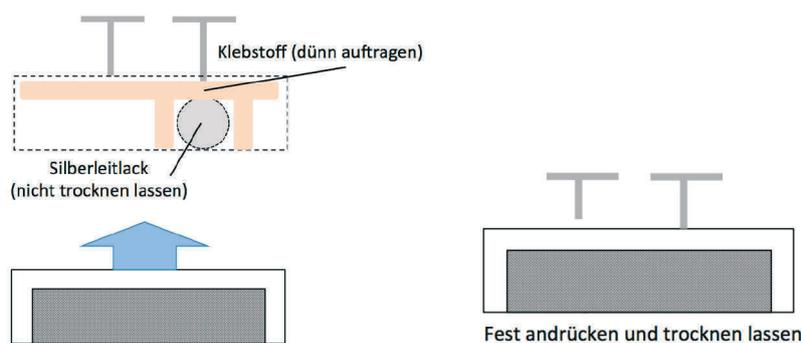
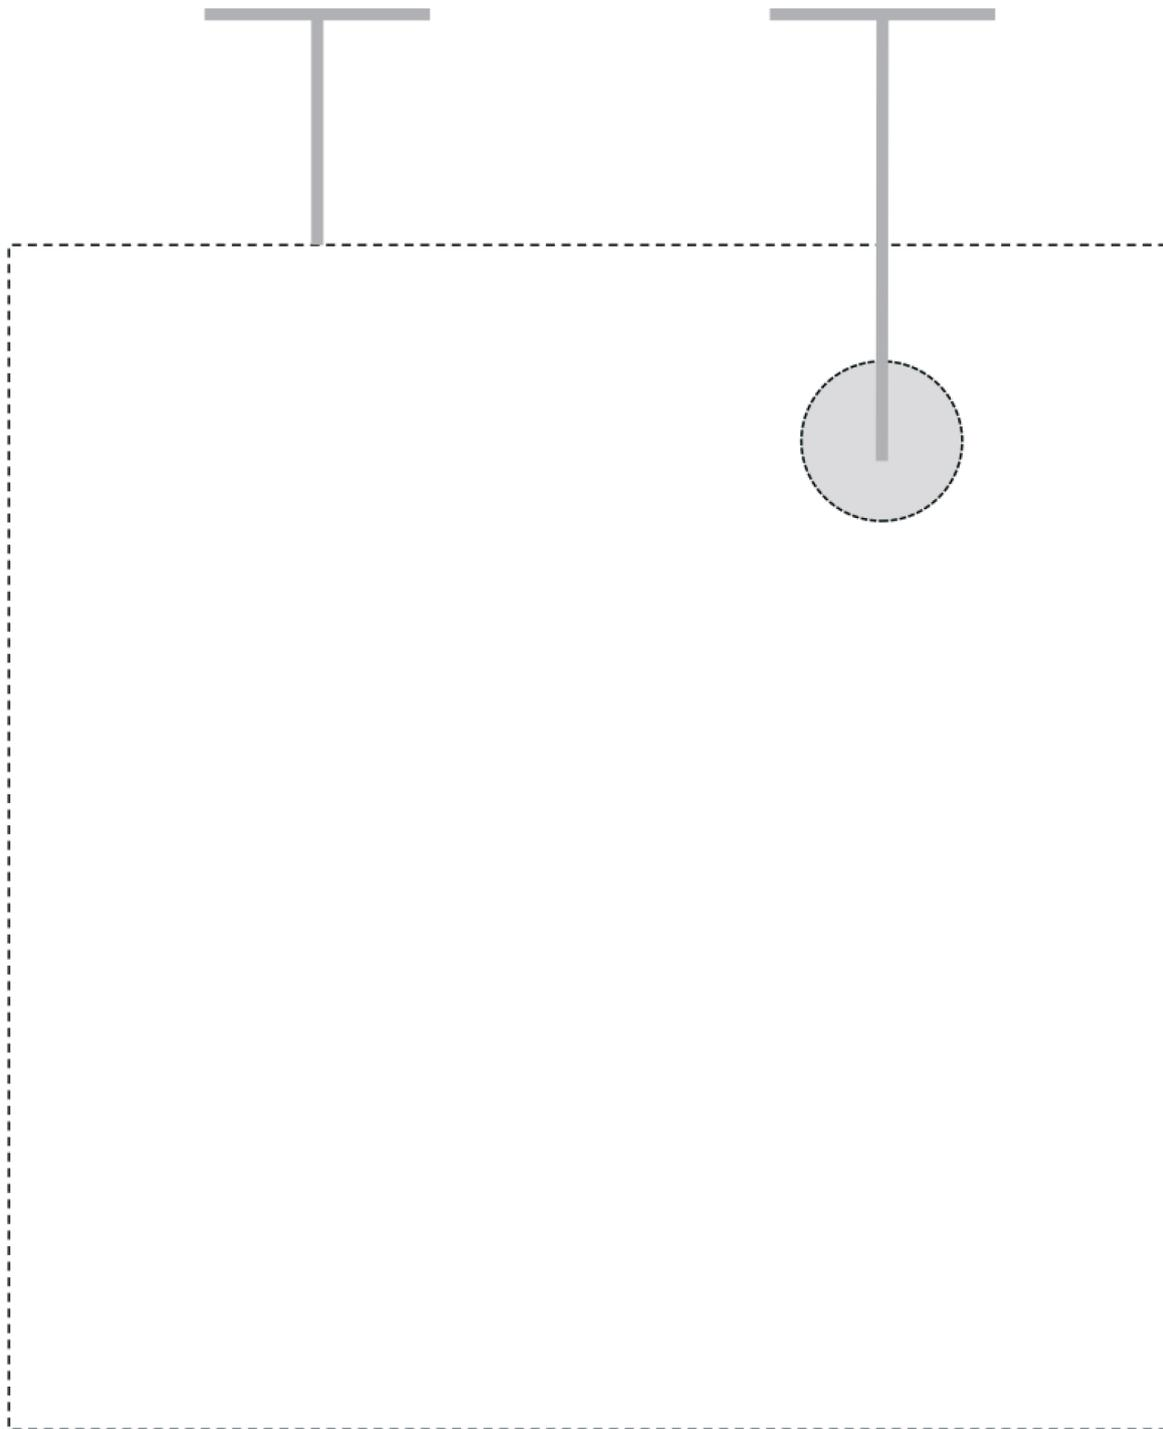

Bild 23: Papierquadrat auf Vorlage (Bild x1) kleben
Bild 26: Kopiervorlage 1 „Kondensator“
- Fixiere die Vorlage (Bild 26) mit den 4 Magneten.
- Klebe dieses ausgeschnittene Quadrat in das gestrichelte Quadrat der ersten Vorlage (Bild 26). Kurz bevor Du beide Blätter zusammenfügst, malst Du den gestrichelten Kreis auf der ersten Vorlage großzügig mit Silberleitlack aus (Elektrischer Kontakt zwischen beiden Blättern)(siehe Bild 23).